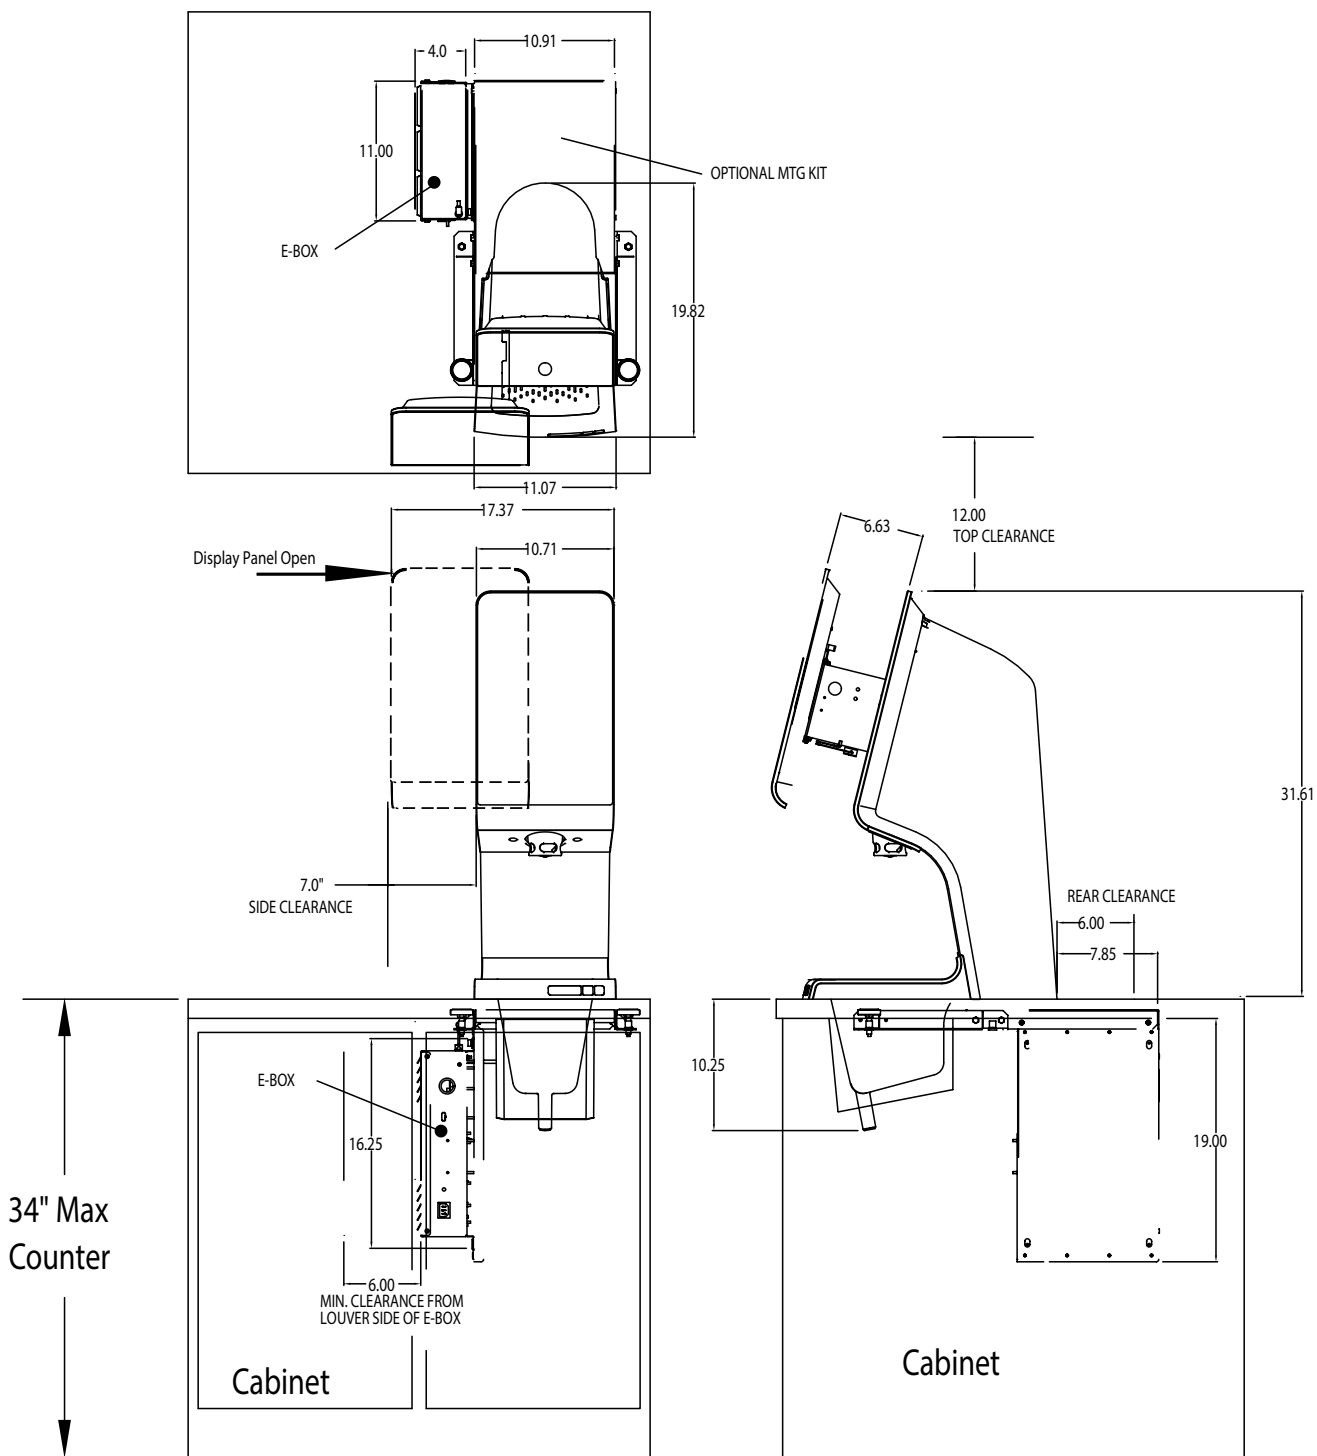

Figure 1 - Spire 2.0: Dimensions Physiques
2. Si l'écran ne s'allume pas, mettre les deux mains sur l'écran d'affichage, puis le tirer vers l'avant afin de l'ouvrir. Voir Figure 1 à gauche.
3. Avec la porte en position à 90°, trouver, puis retirer le mécanisme de verrouillage de porte ouverte (voir Figure 1 en bas à droite) pour stabiliser la porte ouverte. Ensuite, déplacer le panneau d'affichage vers la gauche, loin de l'unité.
4. Avec la porte ouverte, à l'intérieur de l'appareil, trouver l'**interrupteur à clé** et le mettre en position Marche (ON). (Voir Figure 1 au milieu).